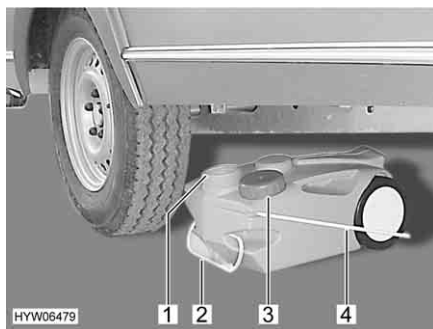

Bild 155 Abwassertank, fahrbar
- Öffnung des Abwassertanks (Bild 155,1) mit dem Deckel (Bild 155,3) schließen.
- Den Abwassertank am Griff (Bild 155,2) herausziehen.
- Tragegriff (Bild 155,4) nach oben klappen und Abwassertank aufstellen.